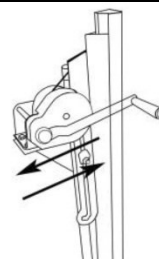

Figure 3
- a. Tenez le treuil comme indiqué sur la Fig. 2. Actionnez le treuil lentement pendant que vous faites glisser la manivelle dans la position correcte pour fixer la vis. Figure 3